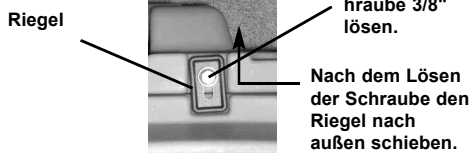

ABBILDUNG 2
1. Die 8 Riegel, die die Ansaugplatte halten, mit einem Schraubenschlüssel 3/8" lösen. Vgl. Abbildung 2.